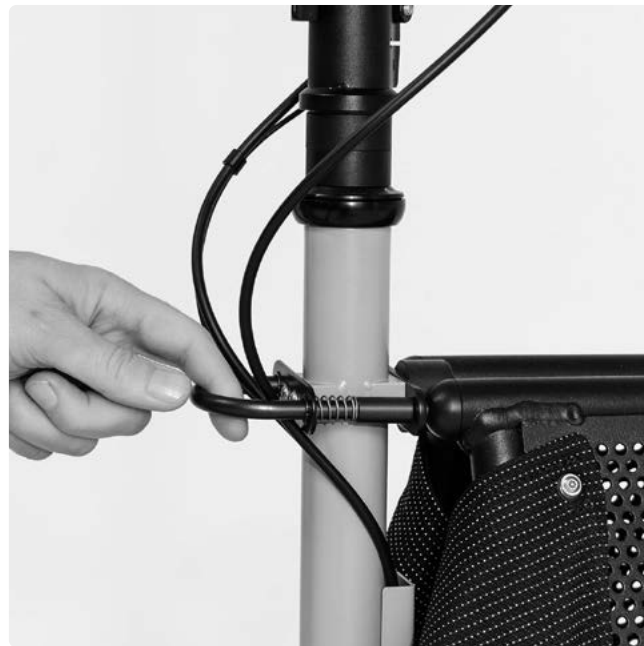

FIG. 51
- Para abrir la cesta, tire suavemente del aro de bloqueo (fig. 51). La cesta se abrirá sin necesidad de hacer nada más.